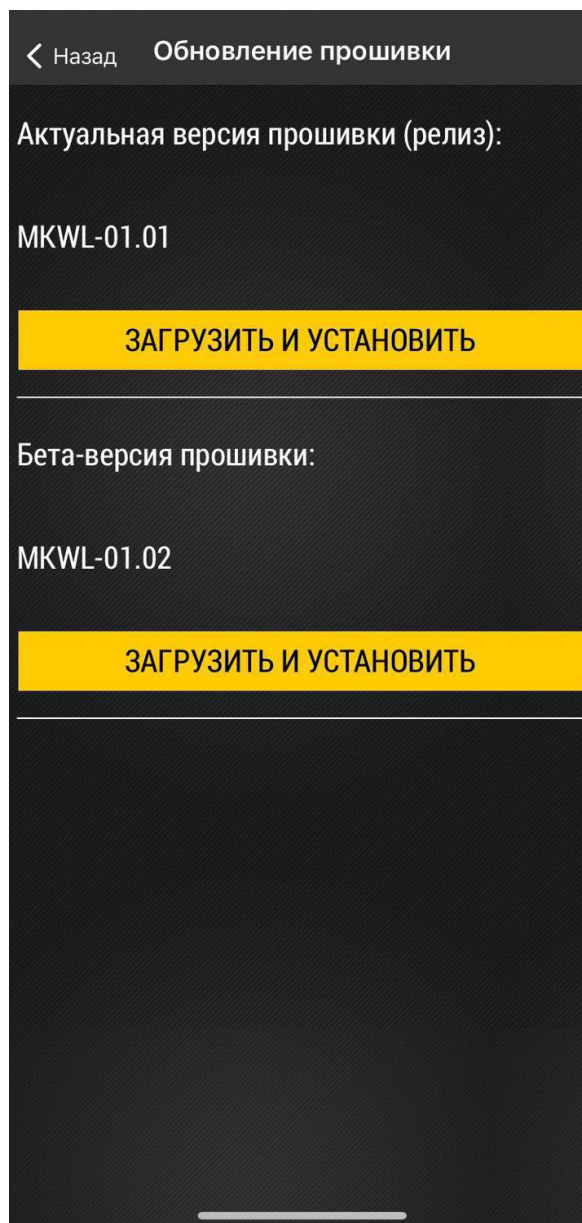

Рис.26. Меню «Обновление прошивки».
- Выберите файл прошивки и нажмите «Загрузить и установить»(**Рис.26**).